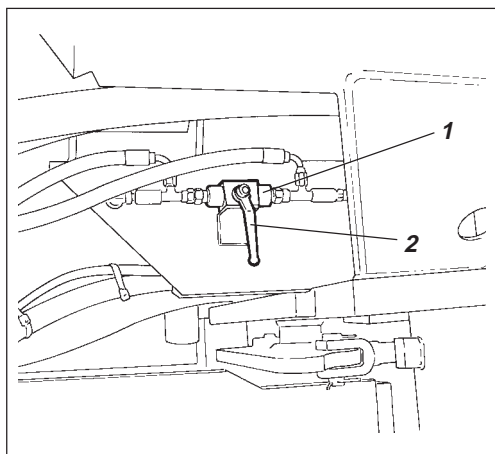

Fig. 30 Soupape de remorquage
Tourner le bras (2) de la soupape de dérivation de 90° pour libérer le frein hydrostatique, voir fig. 30.